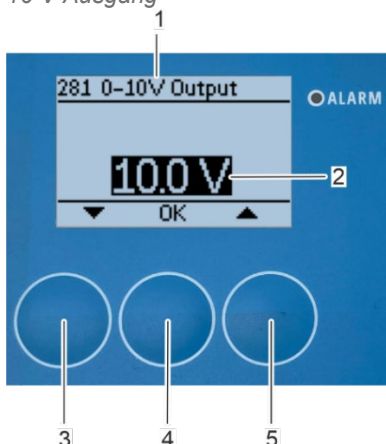

Abbildung 141: Einstellung des 0 - 10 V Ausgangssignals
⇒ Das Untermenü „281 0-10V Ausgänge“ erscheint auf dem Bildschirm (Abbildung 141/1).
3. Wählen Sie den Spannungsausgang (Abbildung 141/2) mit den Pfeiltasten [nach oben] (Abbildung 141/5) und [nach unten] (Abbildung 141/3) aus.
4. Bestätigen Sie die Auswahl mit [OK] (Abbildung 141/4).